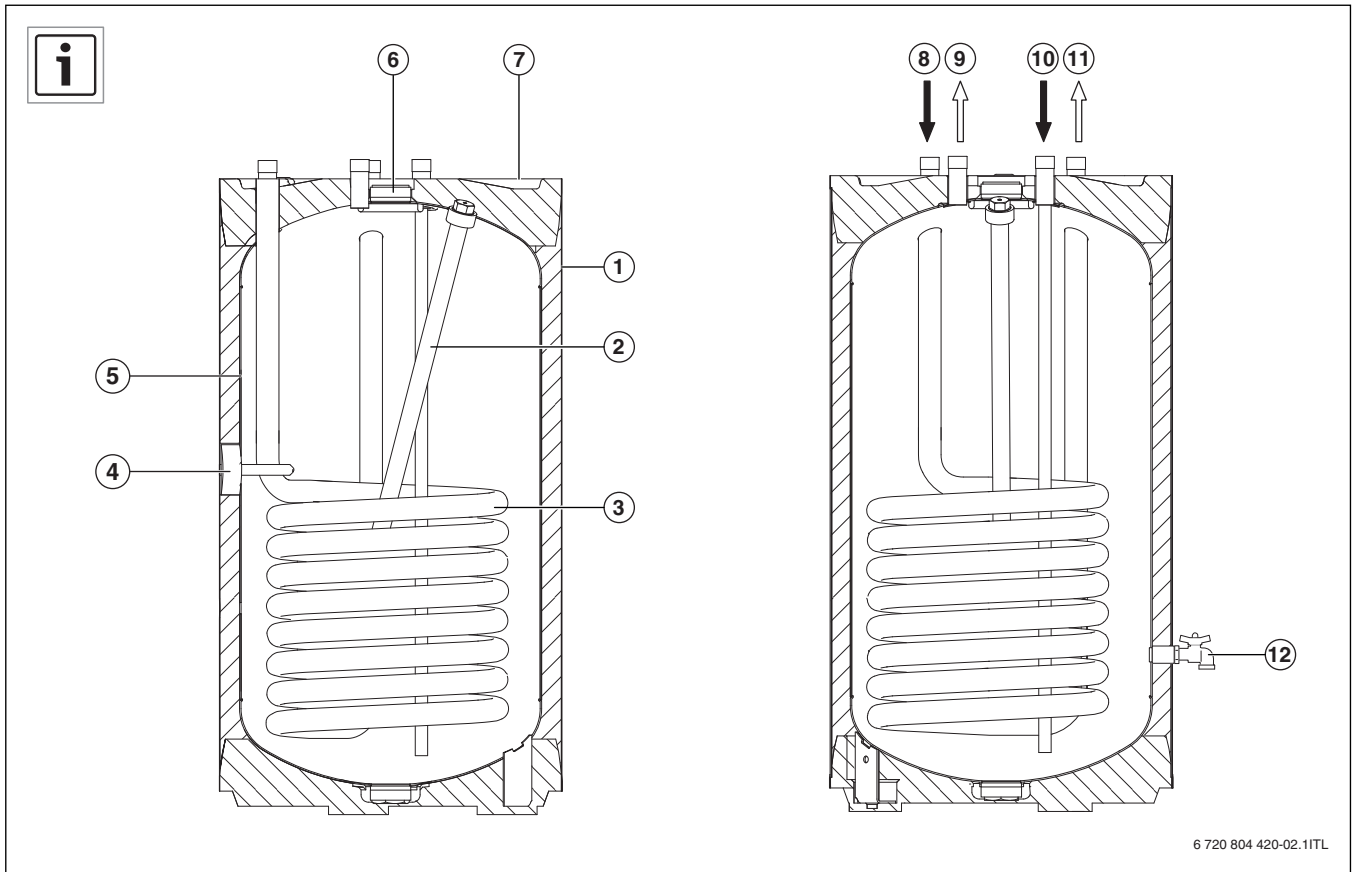

Fig. 3
- ▶ Otworzyć zawór spustowy (→ rys. 3 [12], str. 67).